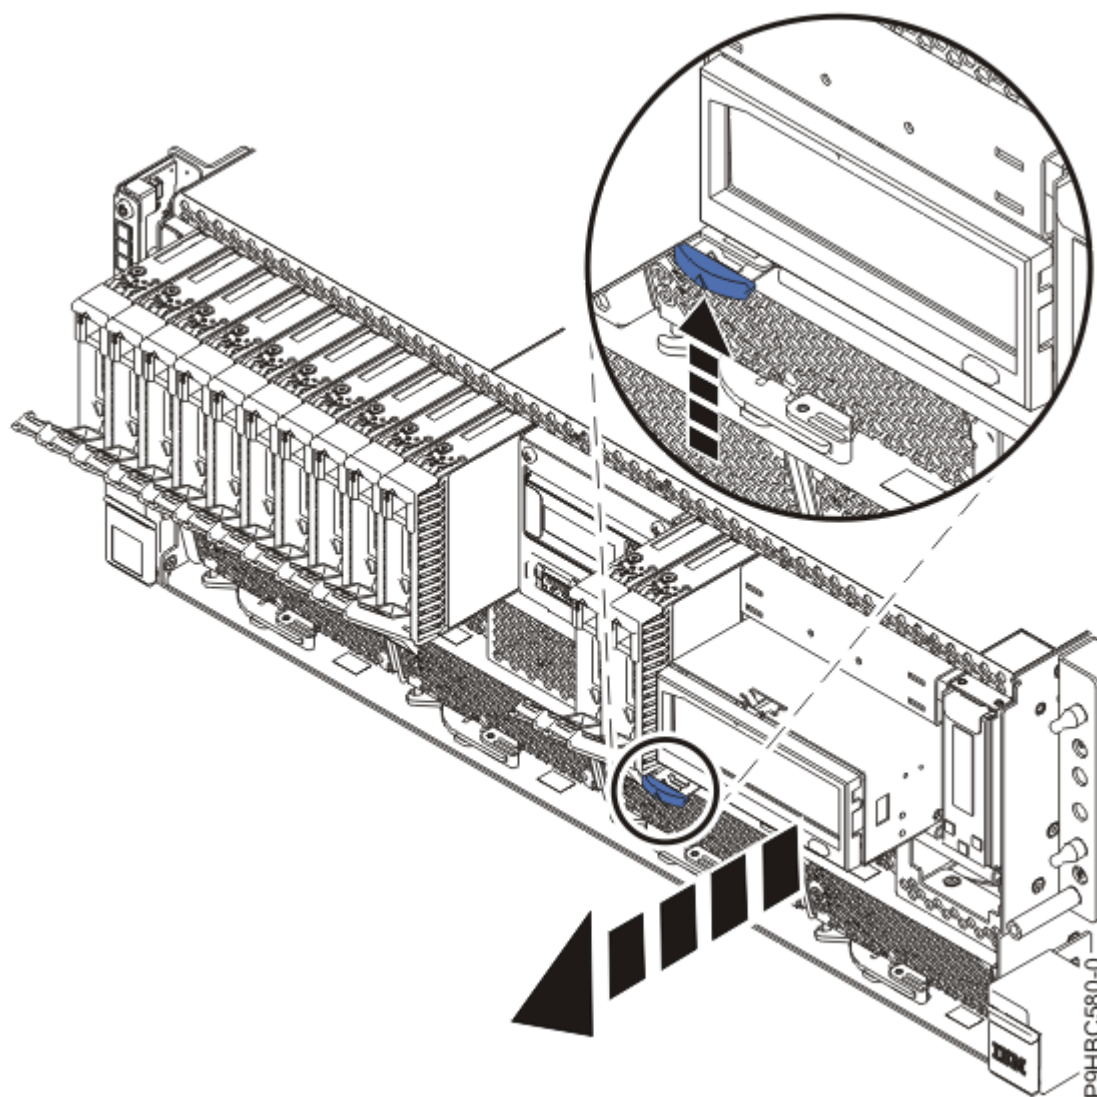

Figura 15. Extracción parcial de la estación de acoplamiento RDX
- b) Si el servidor tiene una unidad RDX, empuje el pestillo de la estación de acoplamiento RDX hacia arriba en la dirección de la flecha, tal como se muestra en la Figura 15 en la página 17.